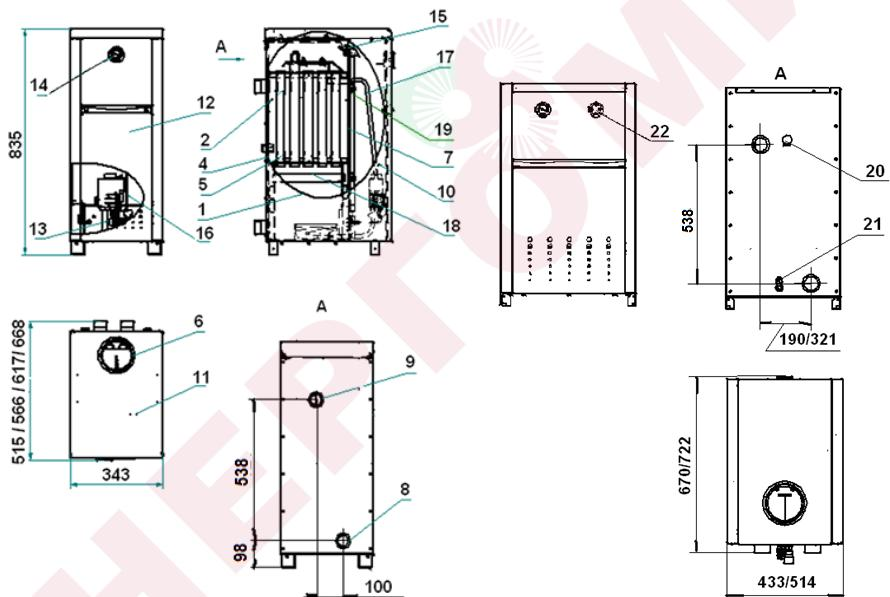

Рис.1 Котлы КС-Г -12S/16S/20S/24S
5.2.2 Котлы КС-Г ... (рис.1, 2) состоят из прямоугольной топки 1 с дымогарными трубами 2. Вокруг топки имеется водяная рубашка 4. Дымогарные трубы 2, выходящие из топки, проходят через водяную полость котла к дымоходу 6. В дымогарных трубах 2 расположены турбулизаторы 5 для дополнительного отбора тепла и увеличения КПД.
Остальное см. рис.1
Автоматика безопасности: датчик тяги 15 рис.1, 2 (на дымоходе котла) и термопара 4 предназначены для прекращения подачи газа к основной и к пилотной (запальной) горелке 2 при отсутствии тяги в дымоходе, при прекращении подачи газа или погасании пилотной (запальной) горелки.